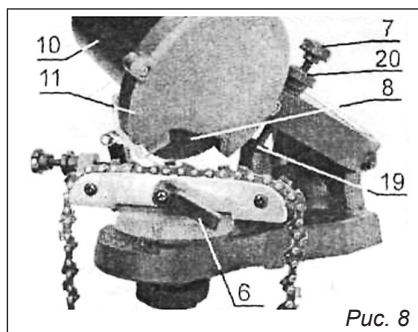

Рис. 8
- Опустите корпус **10** (рис. 8) и переместите цепь так, чтобы заточной диск **8** попал в выемку зуба и уперся в нее.
- Удерживая корпус **10** (рис. 8) в этом положении вкрутите винт **7** до упорной площадки **19** основания и затяните гайку **20**.
- При заточке зубьев цепи плавно опускайте корпус **10** (рис. 8) до касания винтом **7** упорной площадки **19** (рис. 8). Заточка получается качественной, если контакт между диском и зубом происходит постепенно и плавно. Не задерживайтесь долго на обработке одного зуба.
- По завершении заточки одного зуба нажатием на красную кнопку выключите станок. Поднимите корпус **10** (рис. 8) в верхнее положение.